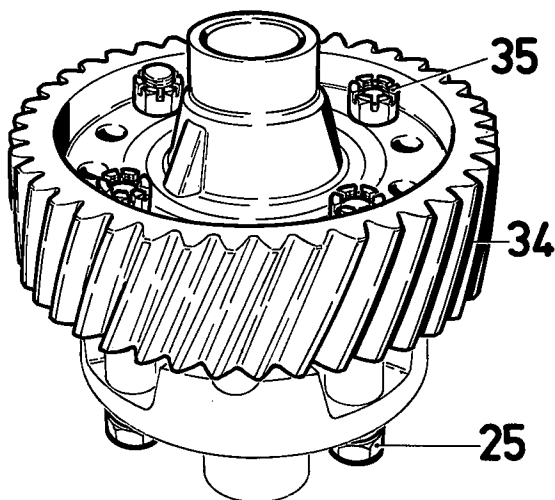

Fig. 33
- Verwijder de moeren (35) en de bouten (25) (fig. 33).